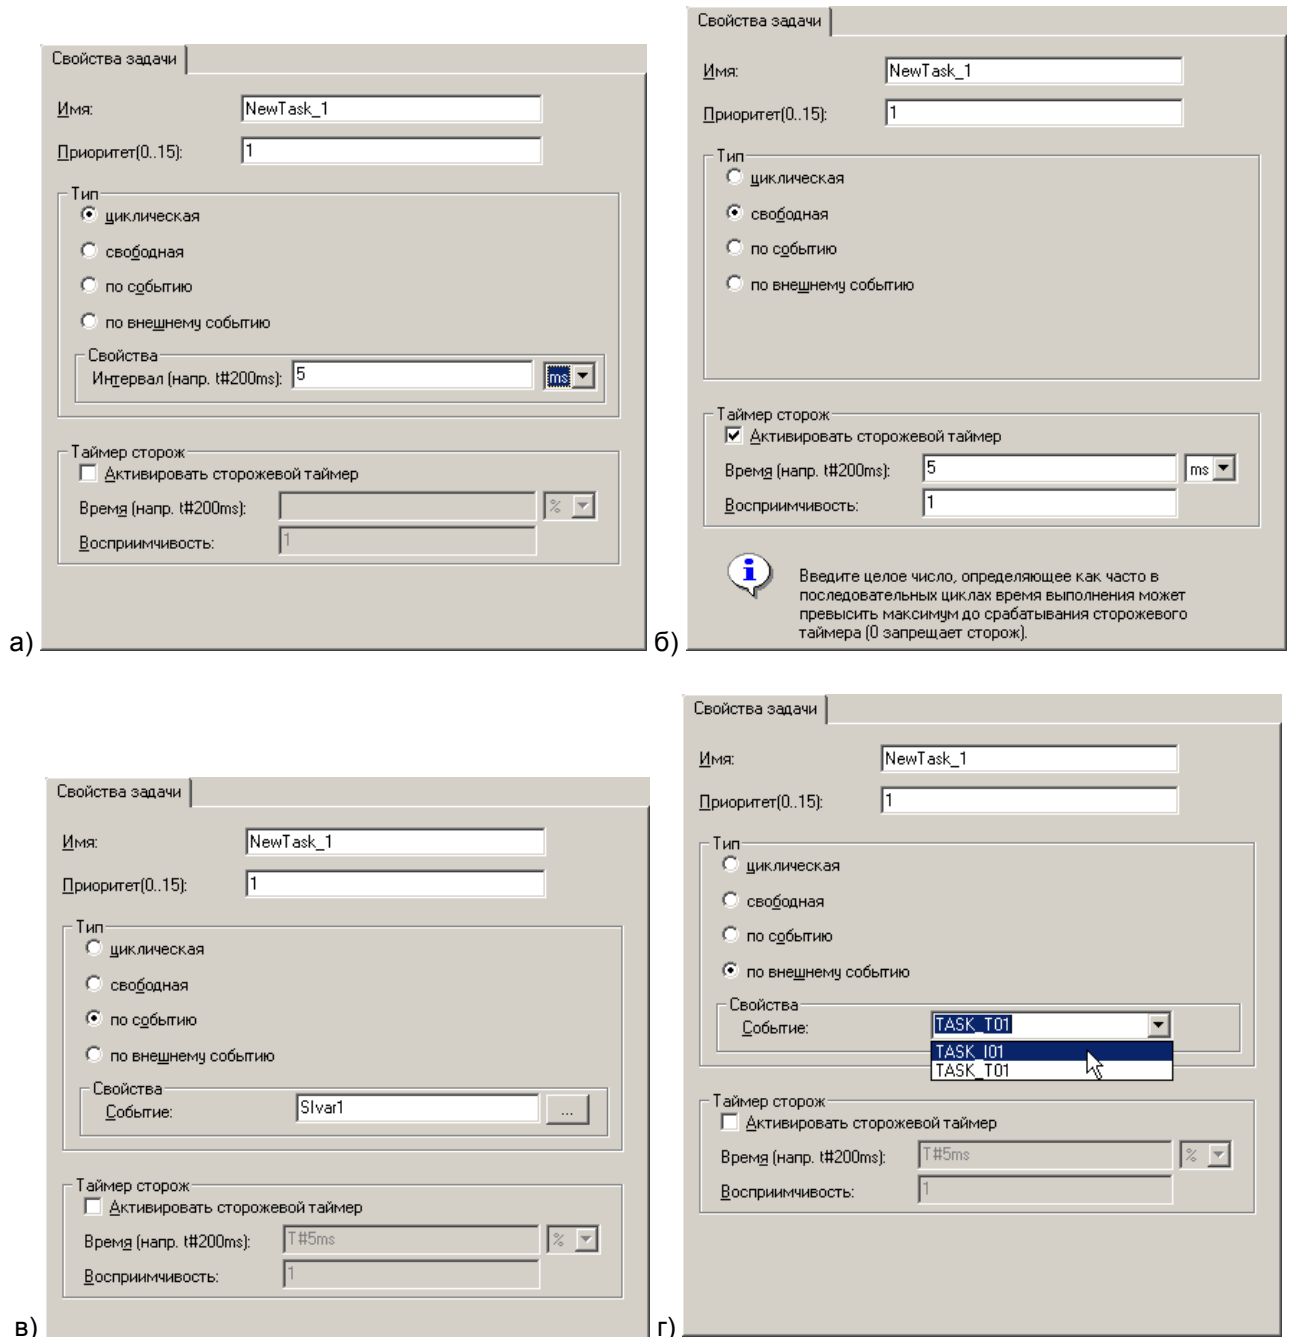

Рисунок 4.13 – Конфигурирование задач
Конфигурирование задач других типов включает (см. рисунок 4.13):
- Для задачи циклического типа – указание интервала выполнения (см. рисунок 4.13, а);
- Для задачи, выполняемой по внешнему событию – указание события (см. рисунок 4.13, г) – по нажатию кнопки у правого края поля открывается список задач, в котором можно выбрать требуемую задачу.
- Для задач любого типа задать параметры контроля времени выполнения («сторожевого таймера») – если эта опция доступна в используемом ПЛК (см. рисунок 4.13, б).